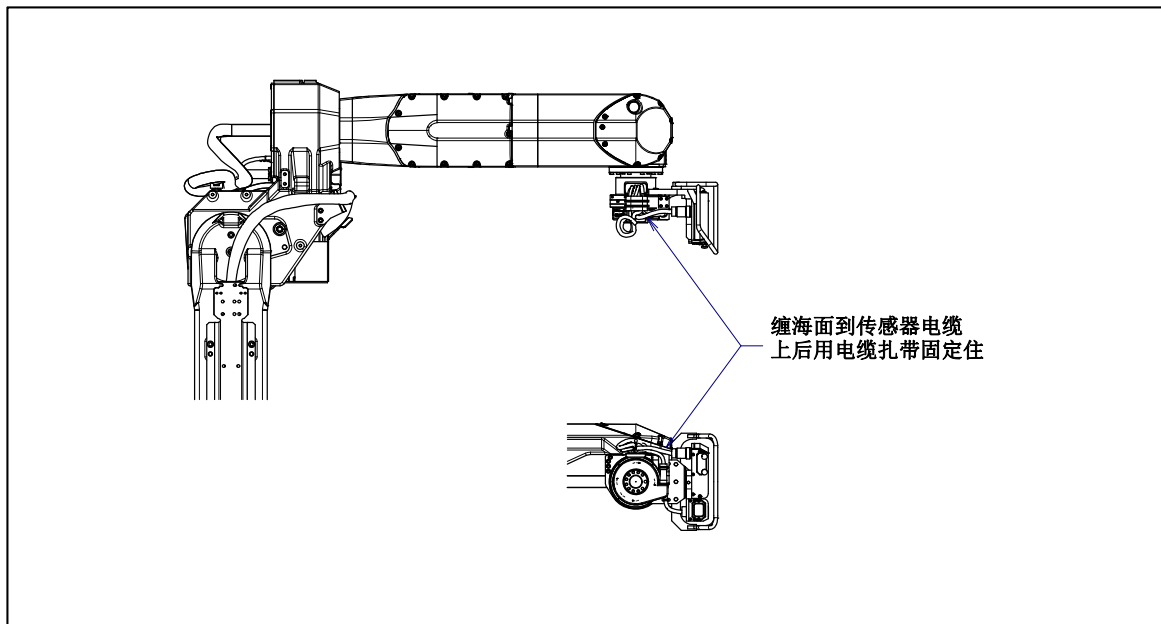

图 10.2 (a) 传感器电缆·相机电缆的更换
- 2 在各电缆传感器侧的连接部，如图 10.2 (a)的把海面缠，用电缆扎带固定。
为了保护夹部， 传感器电缆组件附上海面。安装的时候，按照图 10.2 (b)，正确地夹。